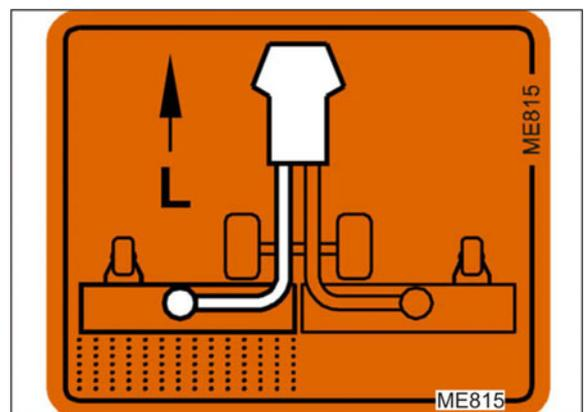

Fig. 214
3. Déplacer le levier vers la droite (Fig. 214/1) et le bloquer.